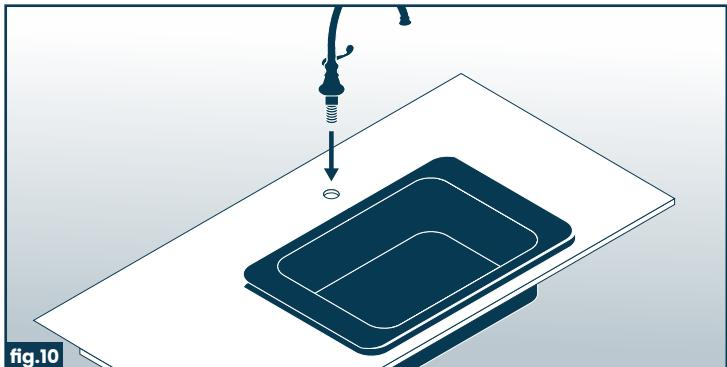

fig.10
10. Set the sink in place by carefully dropping it into the countertop. Press firmly (Fig 10).
10. Coloca el fregadero en su lugar dejándolo caer cuidadosamente en el mostrador. Presiona firmemente (Fig. 10).